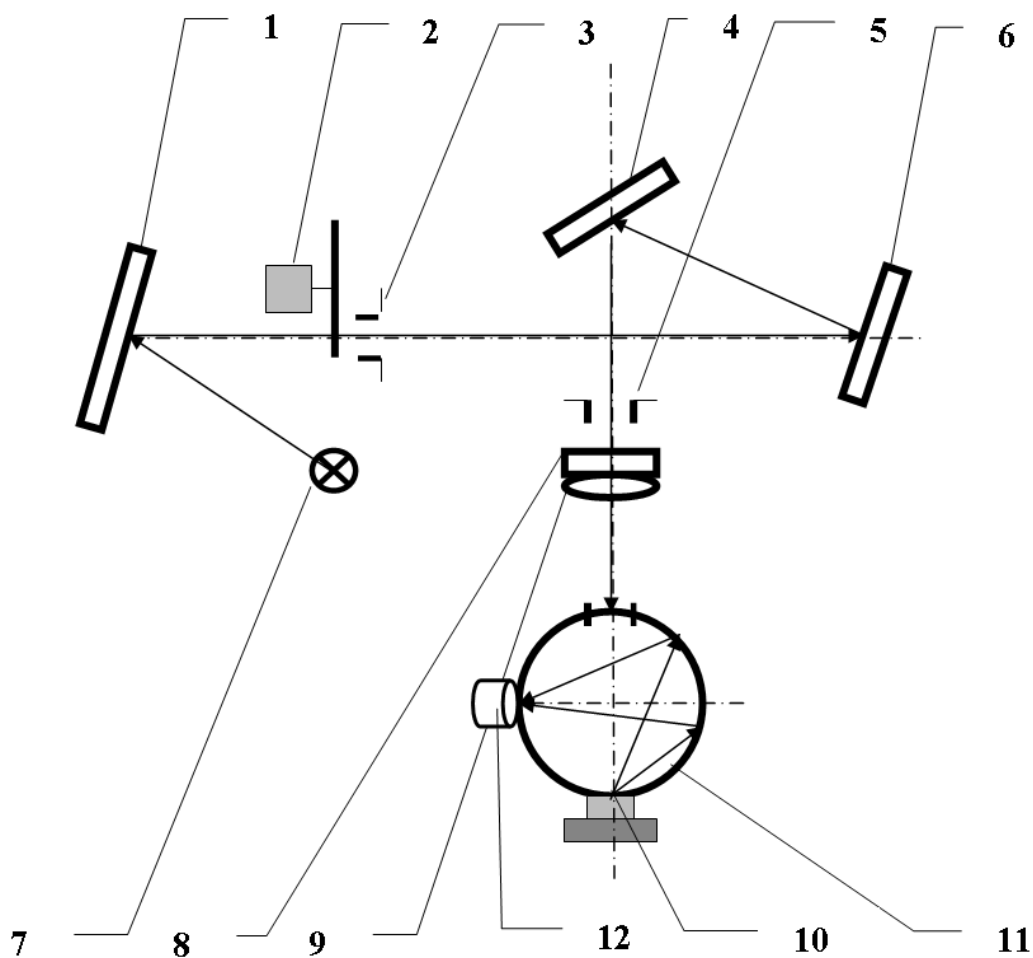

Рис.1. Оптическая схема анализатора
Оптическая схема анализатора представлена на рис.1. Нить накала источника излучения (7) (галогенная лампа) с помощью зеркального конденсора (1) фокусируется на входной щели (3) монохроматора. За выходной щелью (5) монохроматора установлен интерференционный светофильтр (8), служащий для отрезания высших порядков дифракции и фокусирующая линза (9). Модулятор (2), установленный на оси электродвигателя, служит для прерывания светового потока. Монохроматор построен на вогнутой дифракционной решетке (6), которая является одновременно фокусирующим и диспергирующим элементом. Входная щель (3) и выходная щель (5) установлены на двойном фокусном расстоянии от решетки (6). Плоскость изображения спектра располагается в плоскости выходной щели. Сканирование спектра осуществляется поворотом дифракционной решетки на заданный угол. Плоское зеркало (4) служит для излома оптической оси. Через выходную щель (5) монохроматический поток излучения направляется на измеряемый объект (10), расположенный в торцевом отверстии интегрирующей сферы (11). Фотоприемное устройство (9) установлено в отверстии интегрирующей сферы (11) и служит для регистрации освещенности внутренней поверхности сферы. В процессе измерения в поток излучения вместо образца вводится эталон, представляющий собой алюминиевую пластину с высоким коэффициентом отражения в инфракрасной области спектра.